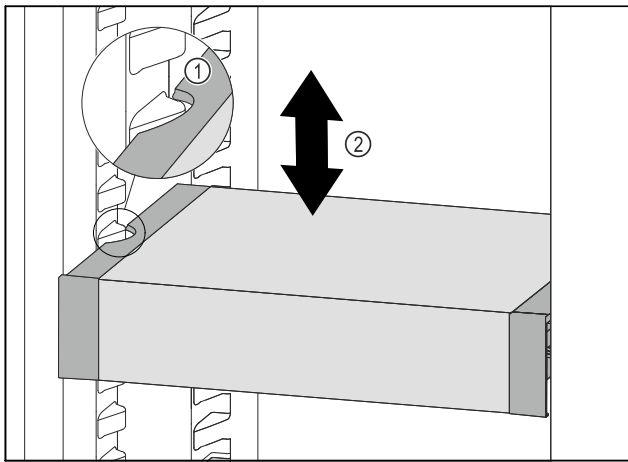

Fig. 109
- ▶ Tire del VarioSafe hacia delante hasta que los huecos laterales del VarioSafe se encuentren a la altura de la nervadura del recipiente en el compartimento del frigorífico. Fig. 109 (1)
- ▶ Mueva el VarioSafe hacia arriba o hacia abajo en el compartimento del frigorífico hasta alcanzar la altura deseada. Fig. 109 (2)